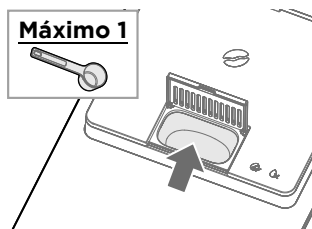

Fig. 2
4. Coloque no máximo 1 colher medidora de café em pó no recipiente (Fig. 2).